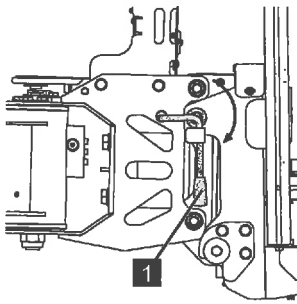

Abb. 140
4. Korbbolzen (Abb.140/1) im Uhrzeigersinn um 90° drehen.